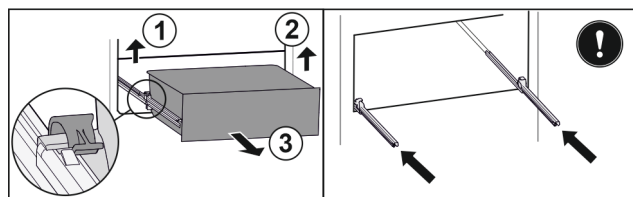

Fig. 40
- ▶ Zvedněte levou svorku a současně vytáhněte zásuvku vlevo dopředu. Fig. 40 (1)
- ▶ Zvedněte pravou svorku a současně vytáhněte zásuvku vpravo dopředu. Fig. 40 (2)
- ▶ Vyjměte zásuvku dopředu. Fig. 40 (3)